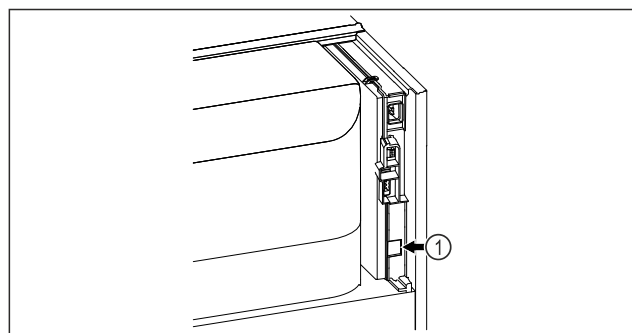

Fig. 172
- SmartModule Fig. 172 (1) ist eingesetzt.